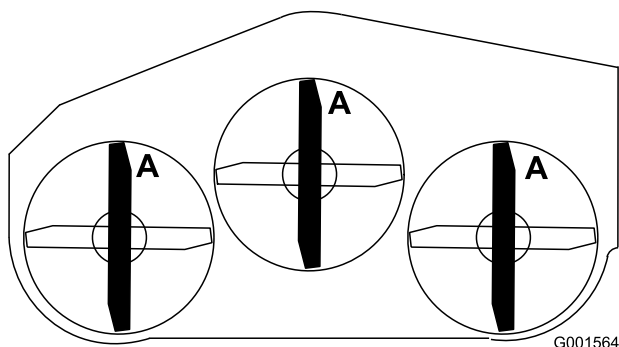

Figura 64
- Gire las cuchillas hasta que los extremos estén orientados hacia adelante y hacia atrás (Figura 64).